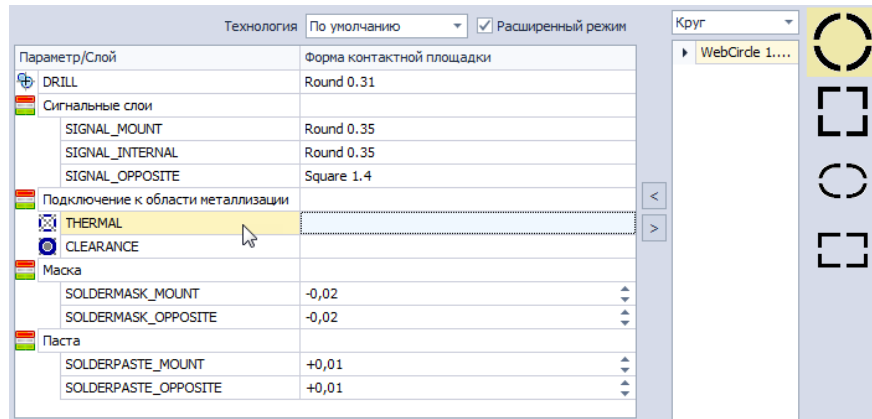

Рис. 65 Выбор параметра «THERMAL» для установки термобарьера
2. Перейти к параметру «THERMAL», который отвечает за установку термобарьера, см. Рис. 65.